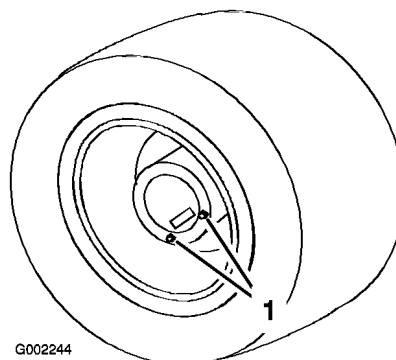

Bild 47
1. Stellen Sie das Sprühgerät auf eine ebene Fläche. Die Hinterräder sollten für das Ablassen positioniert sein (siehe Bild 47).
3. Stellen Sie eine Wanne unter die Ablassschrauben und nehmen Sie sie vom Rad ab (Bild 47).